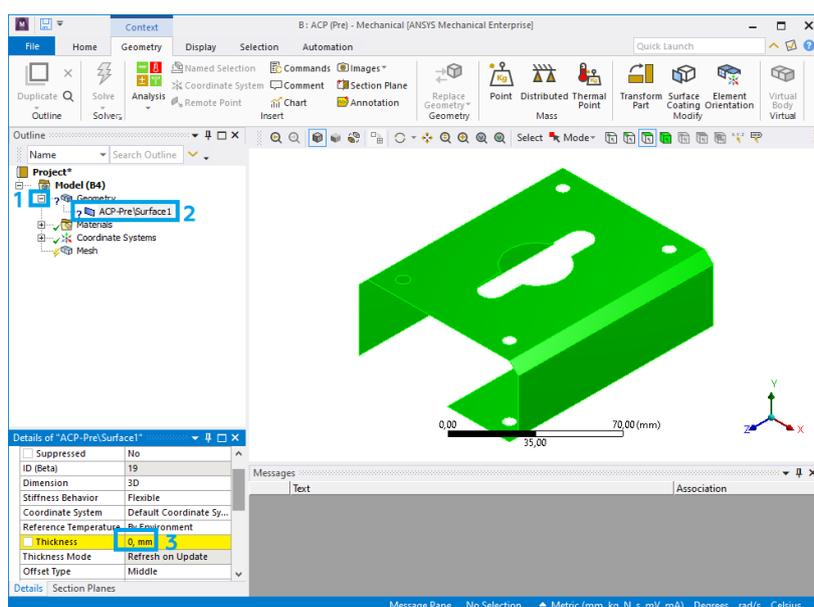

Рис. 12. Задание толщины оболочки
12.2. В открывшемся окне раскрываем вкладку **Geometry** (1), выделяем геометрию (2) и задаём толщину (3) 0,5 мм (рис. 12).